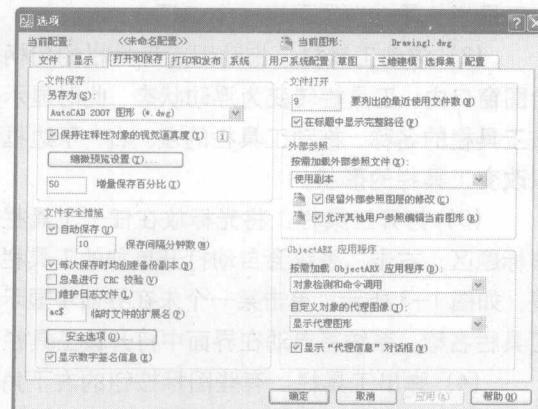

图 1-6 “打开和保存”选项卡
- Step 02 打开“打开和保存”选项卡，如图 1-6 所示。